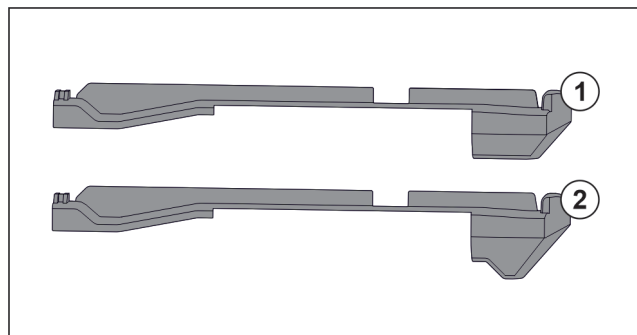

Fig. 59 Comparaison des éléments emboîtables
L'appareil comprend deux éléments emboîtables différents. L'élément emboîtable au-dessus du tiroir inférieur Fig. 59 (2) a un bord triangulaire. Tous les autres éléments emboîtables Fig. 59 (1) ont un bord droit.
- ▶ Poser l'élément emboîtable Fig. 59 (2) avec le bord triangulaire sur le tiroir inférieur.
- ▶ Poser l'élément emboîtable Fig. 59 (1) avec le bord droit à tous les autres endroits.